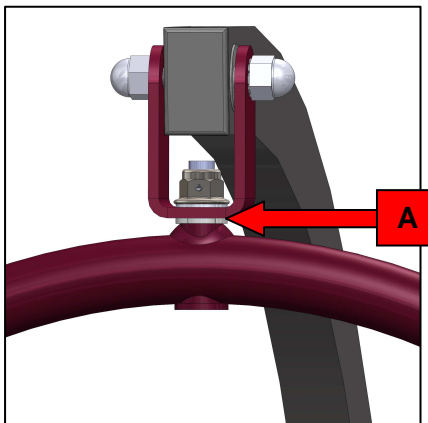

Figure 4
1. Examinez la partie marquée « Ensemble cintre » telle qu'elle est indiquée à la Figure 4 illustrée ci-dessous.